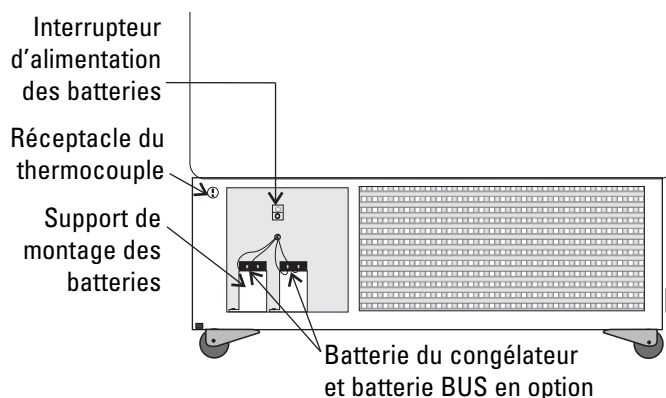

Figure 4-6. Interrupteur d'alimentation de la batterie
3. Désactiver l'interrupteur de batteries (O). Voir la Figure 4-6.